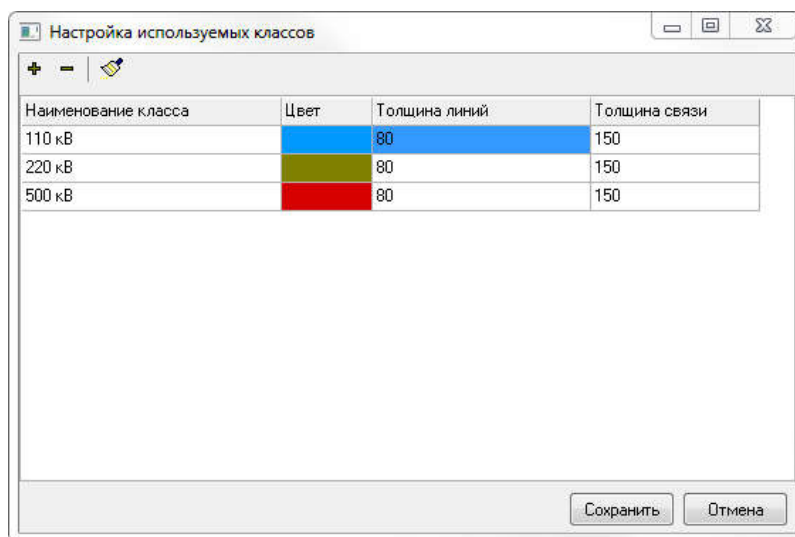

Рис. 2.8.5 Диалоговое окно настройки классов напряжения
Для того, что бы вызвать диалоговое окно настройки классов напряжения, нужно в меню «Настройка» выбрать пункт «Классы напряжения». В этом диалоговом окне (рис. 2.8.5) можно задать, для каждой схемы, свои значения для выделения классов напряжения.
- Класс напряжения – при изменении здесь класса напряжения, эти изменения будут применены к редактируемому классу напряжения и внесены в таблицу на рис. 2.8.5;